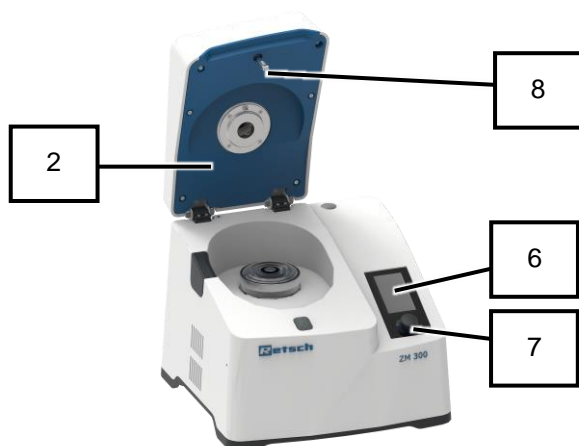

Рис. 62: нижняя сторона крышки прибора
→ Прибор выключен, а крышка прибора (2) открыта (Рис. 62).